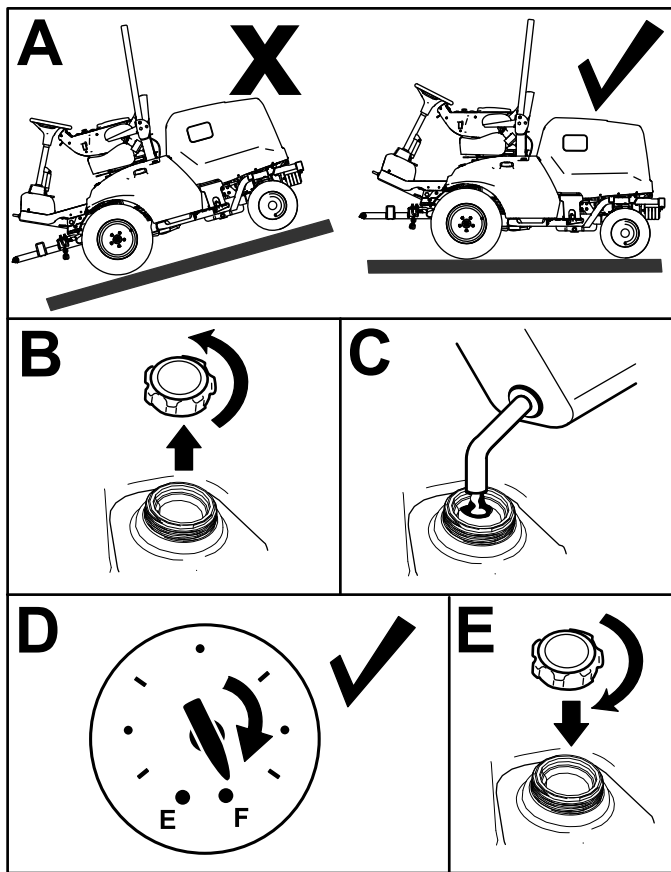

Bild 29
1. Parken Sie die Maschine auf einer ebenen Fläche (Bild 29), aktivieren Sie die Feststellbremse, stellen den Motor ab und ziehen den Schlüssel ab.